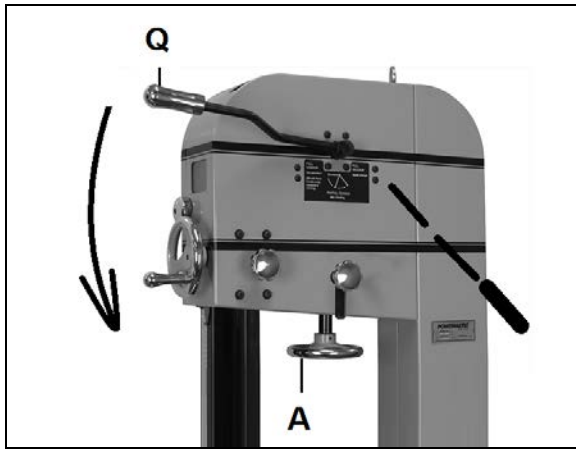

Fig 33
Relâchez la tension de la lame en faisant fonctionner le levier de tension de lame rapide (Q, Fig 33) et en tournant la roue manuelle de la tension de la lame (A).